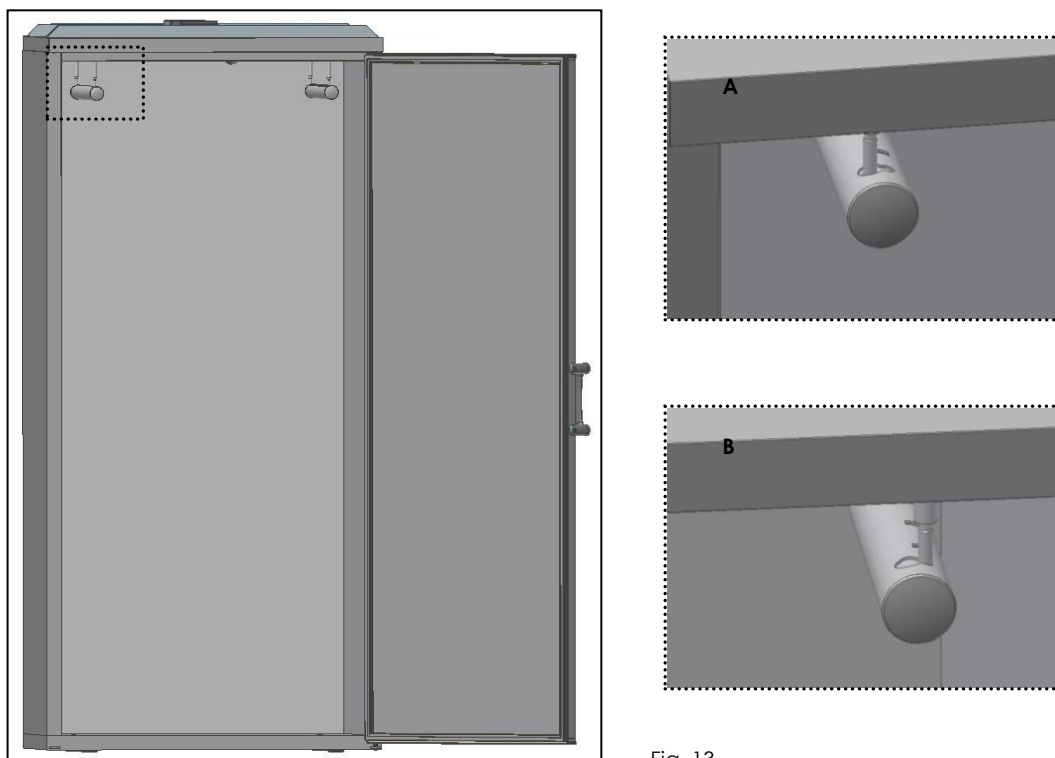

Fig. 13
- Encajar los **tubos laterales** en los soportes (A) y girar en la posición definitiva (B) (Fig.13);